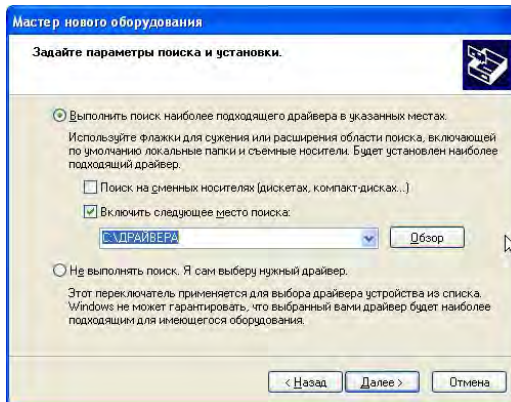

Рисунок 8
6.3.13 Для этого открыть диалоговое окно «свойства системы», рисунок 8. Это можно сделать одним из следующих способов: